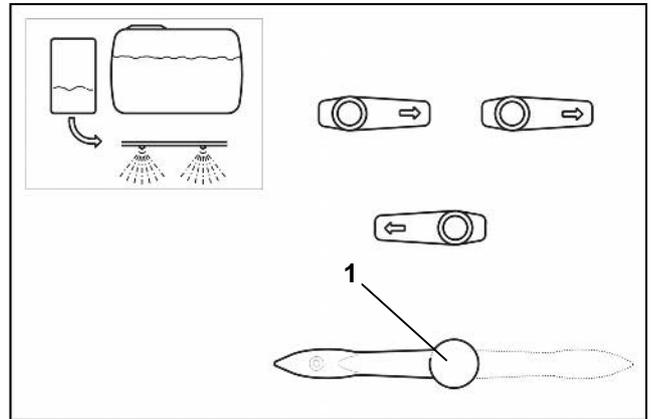

Fig. 7.19
- Umschaltventil (Fig. 7.19/1) auf Position „Spülen“.